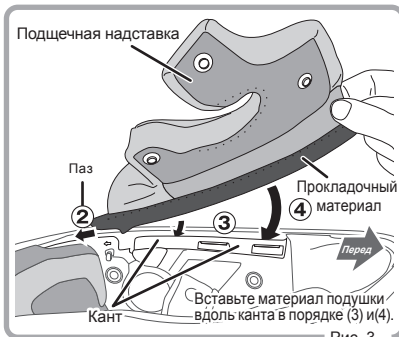

Рис. 3
2. Вставьте в паз край прокладочного материала с задней стороны подщечной надставки. (Отверните резиновую отделку, чтобы найти паз.) (Рис. 3)
- 3-4. Вставьте прокладочный материал вдоль канта. (Рис. 3)